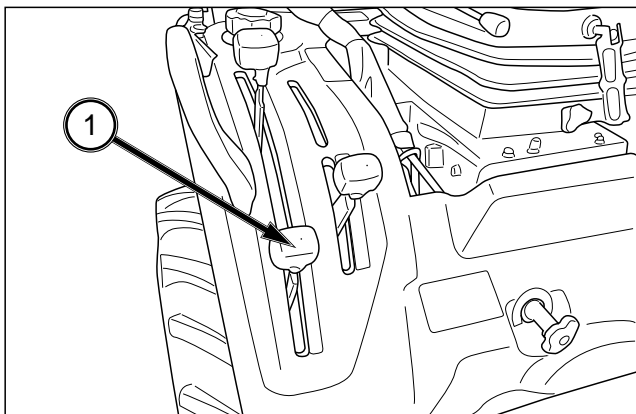

FIG. 3-16
FIG. 3-16 : Le levier de passage (1), engage et désengage l'entraînement de l'essieu avant. Levier vers l'avant, l'essieu avant est engagé, et la puissance est transmise aux ponts avant et arrière. Levier vers l'arrière, l'essieu avant (4x4) est désengagé.